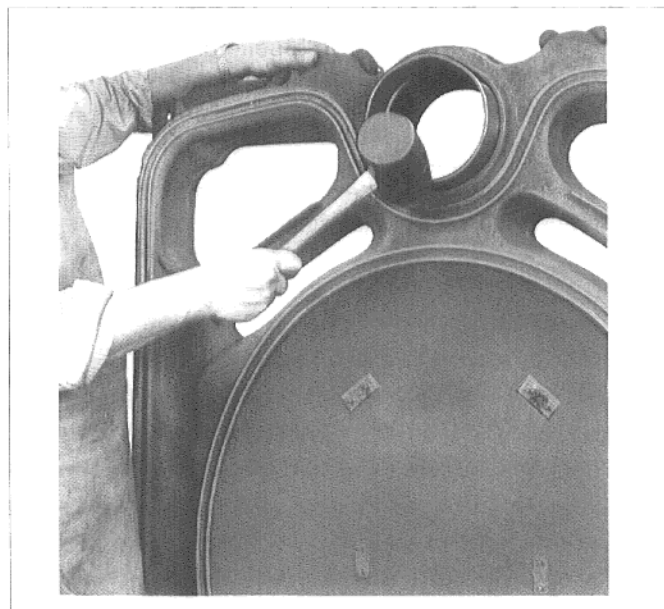

Abb. 11
- Nippel gerade in die obere und untere Nabe des Hintergliedes einsetzen und mit leichten Hammerschlägen (Holz- oder Hartgummihammer, (Abb. 11) über Kreuz einschlagen.